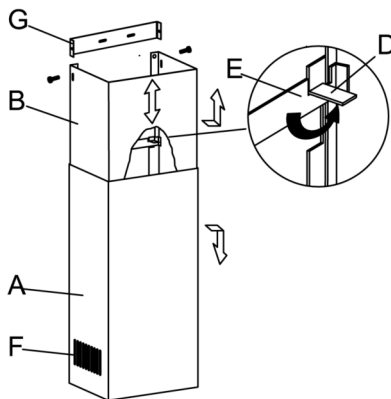

Fig.2
Placer le tube A, la partie télescopique B étant glissée à l'intérieur, et s'assurer que le joue D soit correctement logé dans le support E (Fig. 2).
- Marcar en la pared la posición del soporte E (Fig. 2), según cotas y especificaciones de la plantilla adjunta.
- Poner el tubo A con la parte telescópica B en su interior, asegurándose que la pestaña D esté correctamente alojada en el soporte E (Fig. 2).